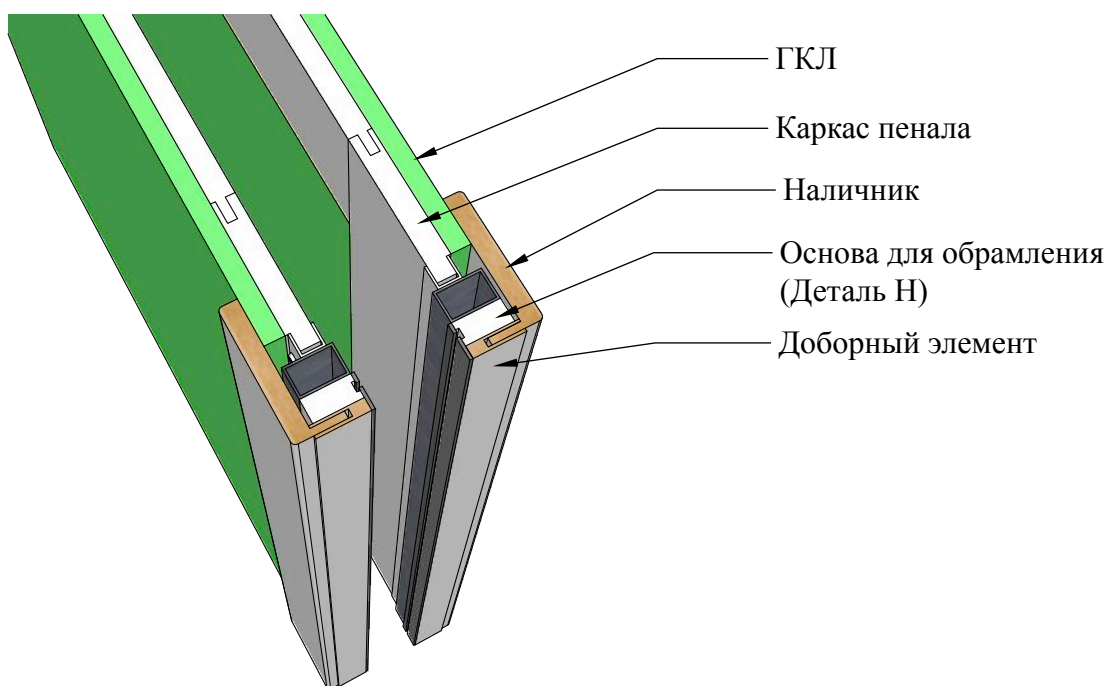

Рисунок 28
2. Толщина доборного элемента равна высоте упора детали Н (Рис. 28).